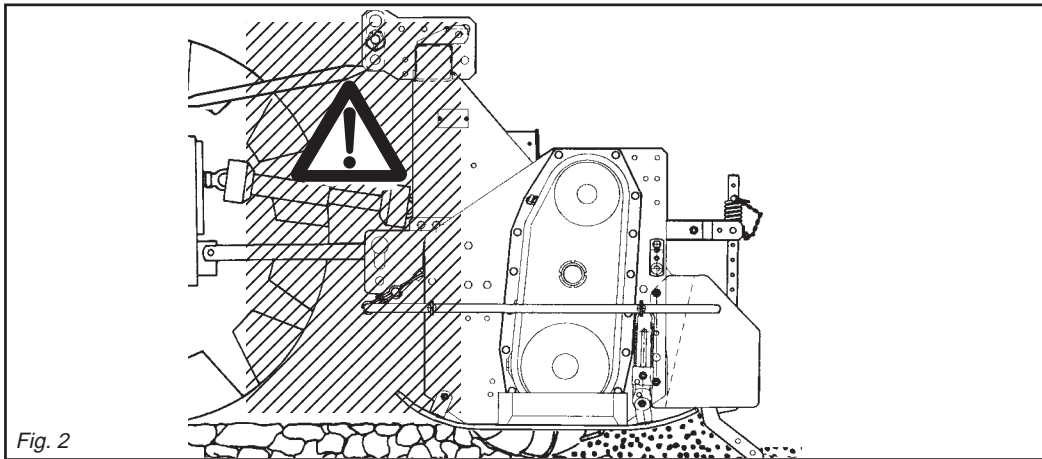

Fig. 2
- 24) Es ist absolut verboten, bei laufendem Motor und eingeschalteter Gelenkwelle zwischen dem Schlepper und das Gerät zu treten (Abb. 2). Dazu muß die Feststellbremse gezogen werden und unter die Räder ein Bremskeil oder ein großer Stein gelegt worden sein.
- 24) *Il est absolument interdit de se mettre entre le tracteur et l'appareil (Fig. 2) quand le moteur est en marche et le cardan enclenché, sans avoir tiré le frein de stationnement et bloqué les roues avec une cale ou un caillou.*
- 24) Está terminantemente prohibido colocarse entre el tractor y el equipo (Fig. 2) con motor encendido y cardán inserido, o sin haber accionado el freno de estacionamiento y de colocar, debajo de las ruedas, una piedra u otro elemento de bloqueo.
- 28) È assolutamente vietato interporci fra il trattore e l'attacco della zappatrice per manovrare il comando dall'esterno per il sollevamento (Fig. 2).
- 28) *It is absolutely forbidden to stand between the tractor and the implement when manoeuvring the lift control from the outside (Fig. 2).*
- 28) Es ist absolut verboten, zwischen den Schlepper und den Anschluß zu treten, um die Aushebung von außen zu betätigen (Abb. 2).
- 28) *Il est absolument interdit de se mettre entre le tracteur et l'attelage pour manoeuvrer la commande de relevage de l'extérieur (Fig. 2).*